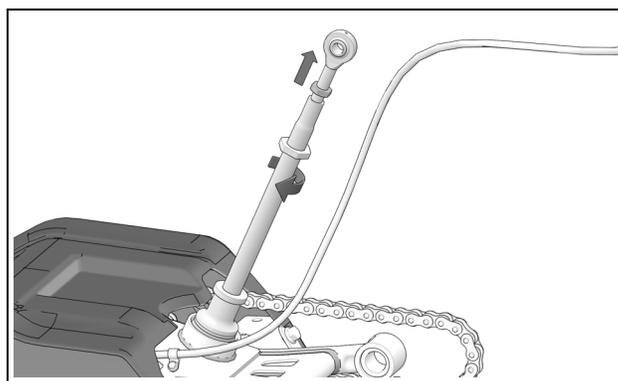

Figure 2
- Desserrer le contre-écrou de l'embout à rotule. Ajuster la longueur de l'embout en dévissant le bras antirotation à l'aide d'une clé 30 mm. Figure 2.